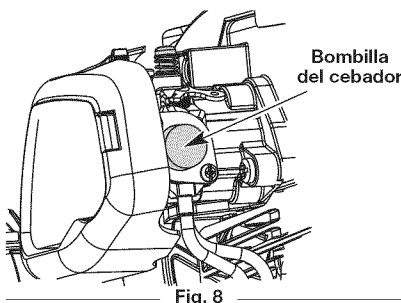

Fig. 8
- Oprima completamente el cebador y suéltelo 10 veces. Hágalo lentamente. Se deberá ver un poco de combustible en el cebador y en las tuberías de alimentación de combustible (Fig. 8). Si no puede ver el combustible en el cebador, oprímalo y suéltelo tantas veces como sea necesario hasta que vea combustible en el mismo.